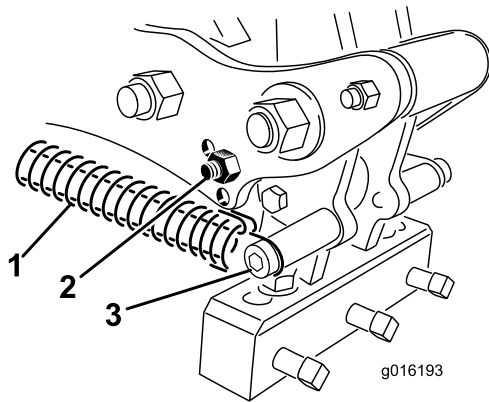

Bild 36
3. Lösen Sie die Federspannung zum Tines-Kopf (Bild 36).
4. Entfernen Sie die Anschlagsschraube und den Anschlag vom Verbindungsarm und setzen sie wieder in das andere Einstelloch ein (Bild 36).